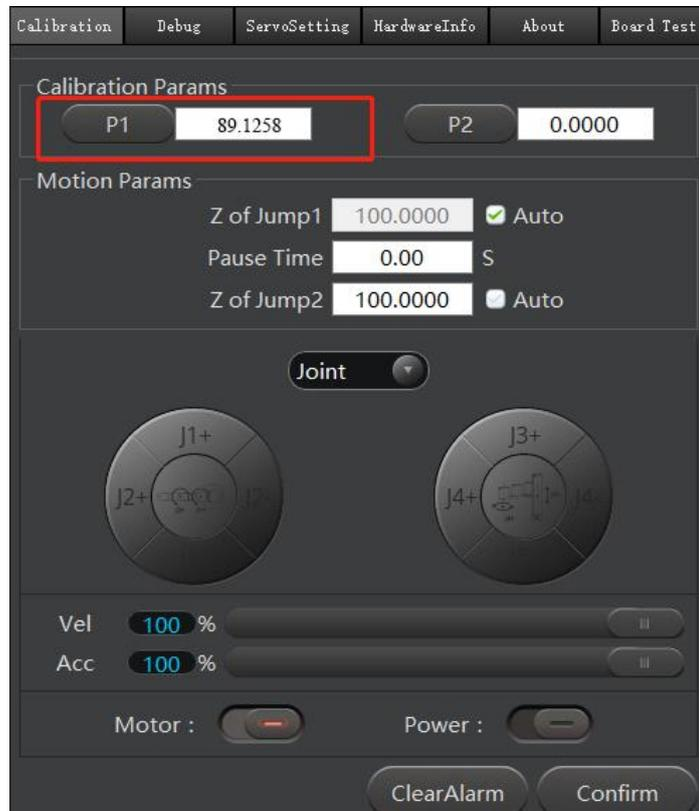

图 7.20 保存右手方向 J2 轴的坐标
**步骤 6** 在“Calibration”界面单击“P1”，将步骤 5机械臂所在的位置保存，此时“P1”显示右手方向J2轴的坐标，如图 7.20所示。